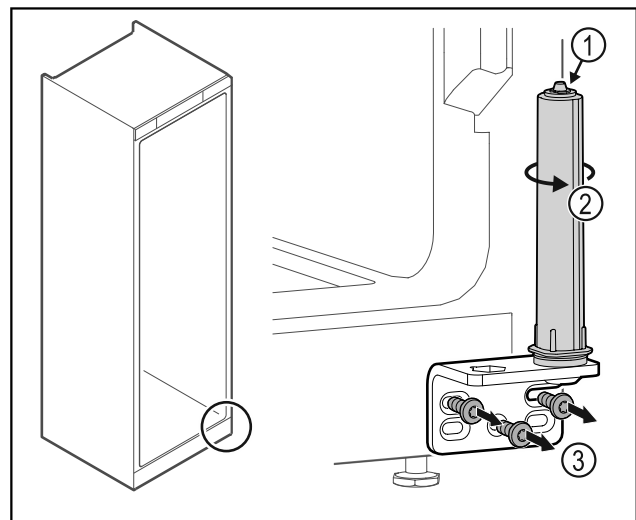

Fig. 24
- ▶ Türschließsystem nicht zerlegen Fig. 24 (1).
- ▶ Schließsystem Fig. 24 (2) drehen, bis es klickt.
- ▶ Scharnierwinkel Fig. 24 (3) abschrauben.